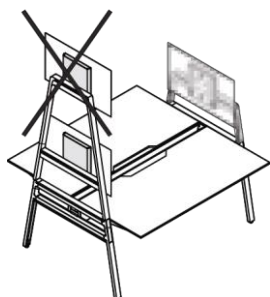

Figura 28 Supporto per monitor, montaggio non consentito
- Due supporti per monitor su un arco rialzato (vedi Figura 28).